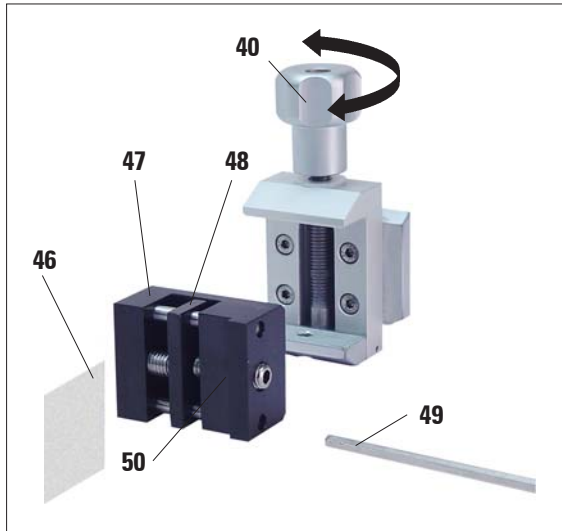

Fig. 20
- Desplazar la mordaza móvil (48) hacia la derecha, girando la espiga roscada con una llave Allen no. 4 (49).
- Colocar la lámina (46) entre la mordaza móvil (48) y la mordaza fija (47).
- Sujetar la lámina desplazando la mordaza móvil (48) con la llave Allen hacia la mordaza fija (47).
- Insertar la pinza para láminas (50) en la pinza estándar (vea Fig. 20).
- Girar el tornillo moleteado (40) en el sentido de las agujas del reloj hasta que la pinza para láminas quede bien sujeta.